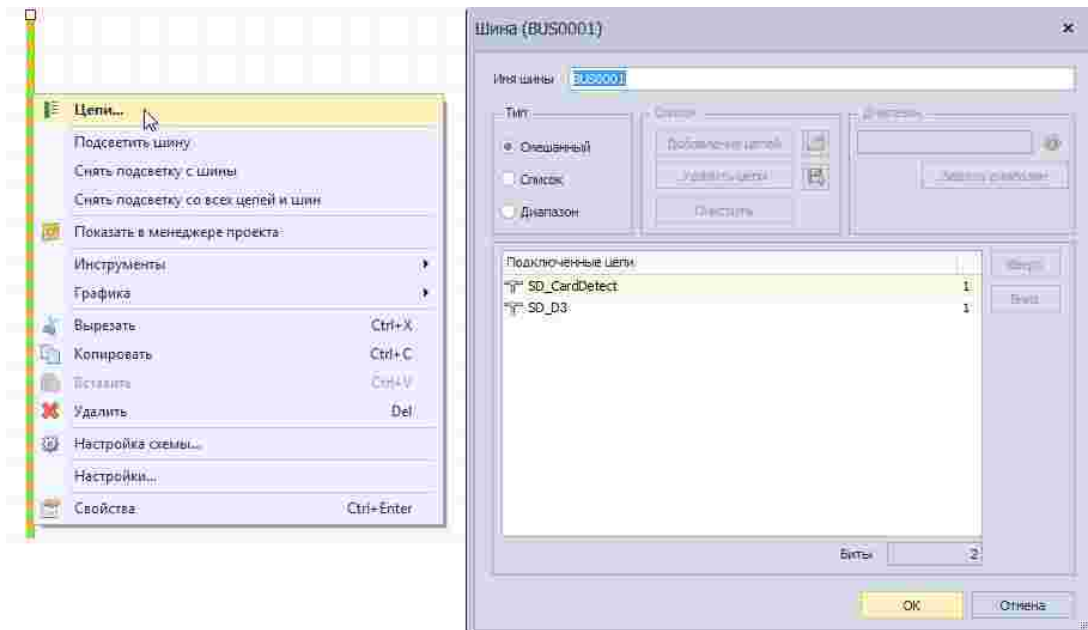

Рис. 98 Переименование имени шины в окне «Шина» из контекстного меню
- При вызове контекстного меню по любому выбранному сегменту шины. Для этого необходимо: из контекстного меню выбрать пункт «Цепи» и в появившемся окне «Шина», ввести новое имя шины в строке «Имя шины», см. Рис. 98, либо назначить имя шины из списка цепей, входящих в шину в поле «Подключенные цепи».